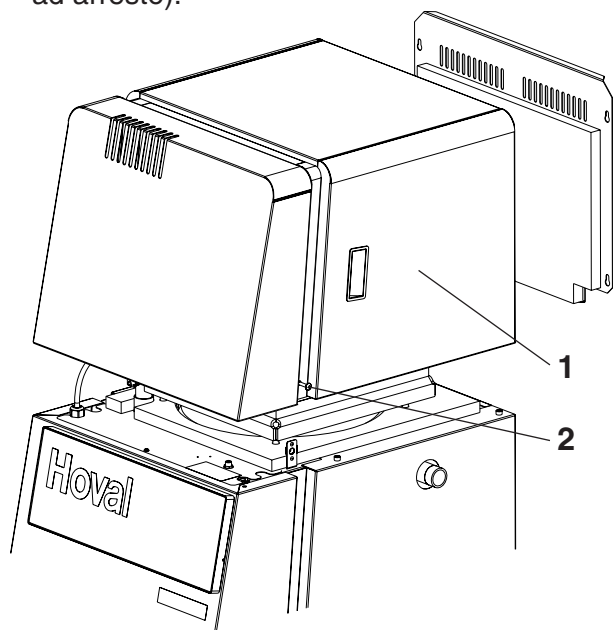

Fig. 02
10. Rimontare la cuffia insonorizzante (1, fig. 02), e fissarla con bulloni di sicurezza (circa ¼ di giro verso destra).